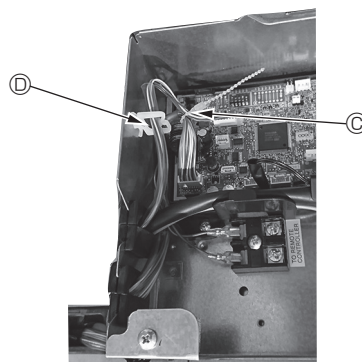

Fig. 10-14
- Bunta ihop den överflödiga delen av kablabarna från i-see-Sensorn och signalmottagaren i elkompontlådans och fäst upp dem enligt bilden. (Fig. 10-14)